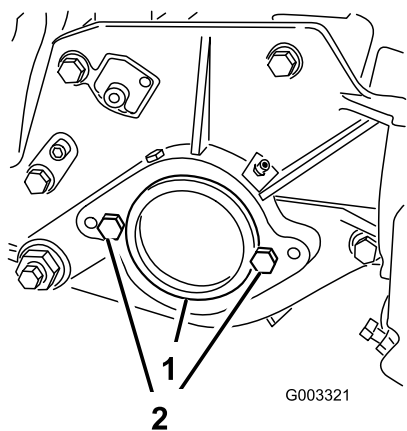

図 7
2. カuttingユニット右側のベアリング・ハウジングについているプラスチック製のプラグを外す (図 7)。
3. 右側サイドプレートからキャップスクリュ2本を取り外す (図 7)。
5. カuttingユニットの左側サイド・プレートに、リール・モータ取り付け用のキャップスクリュ2本を仮止めする (図 7)。